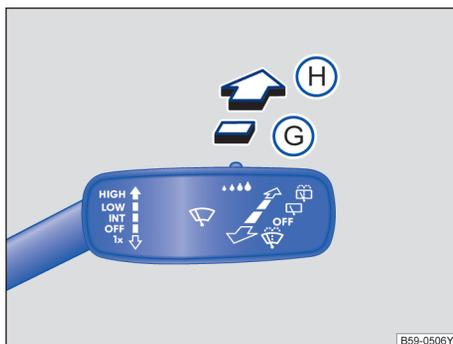

图 89 挡风玻璃雨刮器拨杆：后窗雨刮器操作
- 将挡风玻璃雨刮器拨杆向前按到位置  → 图 89，大约每隔六秒，雨刮器刮一次车窗。